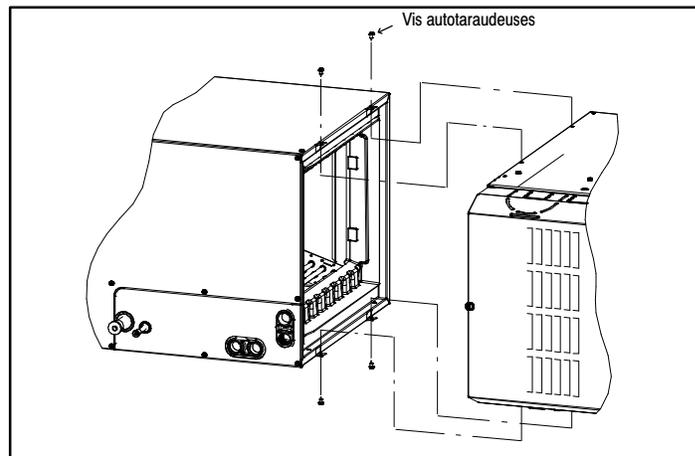

Figure 8 – Installation horizontale vers la gauche
3. Utilisez des vis autotaraudeuses pour fixer l'appareil de chauffage. (Consultez la **Figure 8**.)